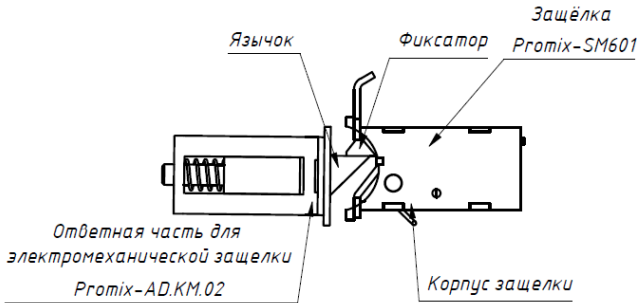

Рис.2 Габаритные и установочные размеры защёлки
- 4) Выполнить отверстие для установки корпуса глубиной не менее 40 мм (рис.2).